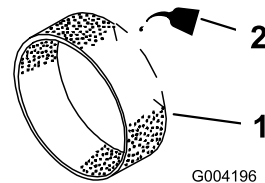

Figure 18
3. Imbibez le préfiltre de 30 à 60 ml d'huile (Figure 18).